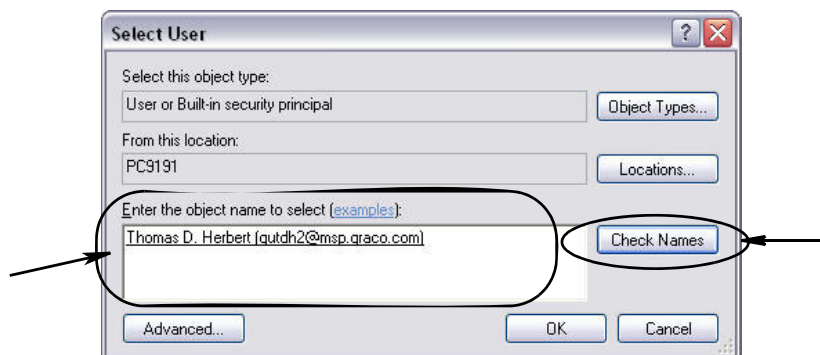

Рис. 59
- h. Появится диалоговое окно (Рис. 59). В поле «Enter the object name to select» [Введите имя объекта] впишите свое имя пользователя. Дважды нажмите кнопку «Check Names» [Проверить имена].